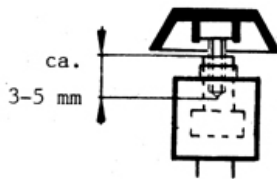

Bild 7: Ausgebaute Taste BO mit eingeschraubter Kappe
- 3.2.2.6 Die Taste B0 auslöten. In diese Taste ein M3-Gewinde schneiden, um die Tastenkappe befestigen zu können (siehe Bild 7). **Achtung: Nicht tiefer schneiden als von der Seite noch sichtbar!** Schraube M3 x 8mm in die Taste einschrauben und mit Araldit (2 Komponenten Epoxydharz) in die Tastenkappe kleben.